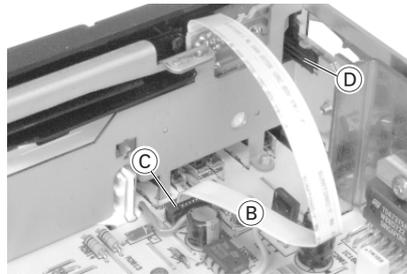
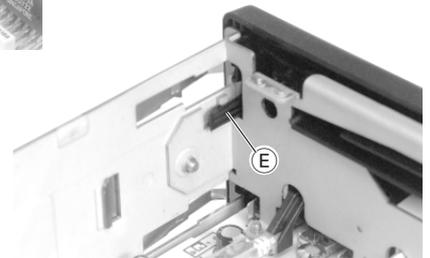

Fig. 2
Fig. 3
- Flachbandleitung (B) aus dem Stecker (C) herausziehen (Fig. 2).
- 2 Rastnasen (D) (Fig. 2) und (E) (Fig. 3) ausrasten und Frontblende abnehmen.
- Pull out the flexprint (B) from the connector (C) (Fig. 2).
- Unhook the 2 catches (D) (Fig. 2) and (E) (Fig. 3) and remove the Front Mask.